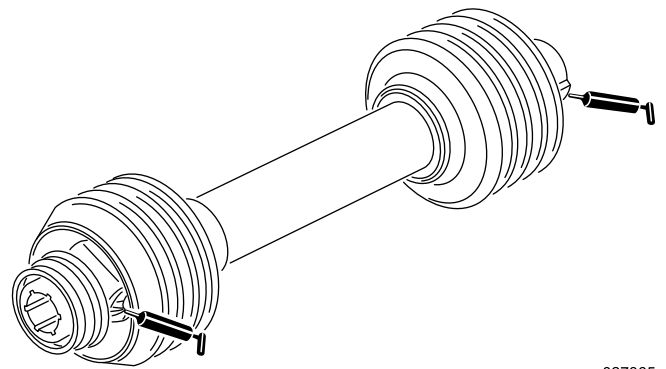

Figura 10
2. Ingrassate i raccordi sull'albero della ventola, come illustrato nella Figura 10 con grasso n. 2 a base di litio.
Ingrassate i 2 raccordi dell'albero di trasmissione, come illustrato nella Figura 10 con grasso n. 2 a base di litio.